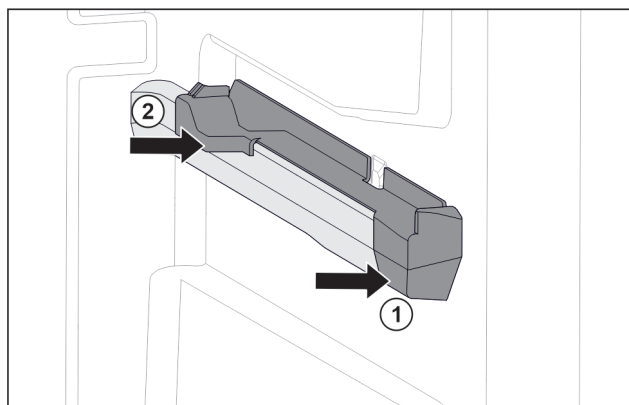

Fig. 119 Násuvný diel na pravom rebre nádoby
- ▶ Nasadte násuvný diel vpredu na rebro nádoby. Fig. 119 (1)
- ▶ Pritlačte násuvný diel vzadu. Fig. 119 (2)